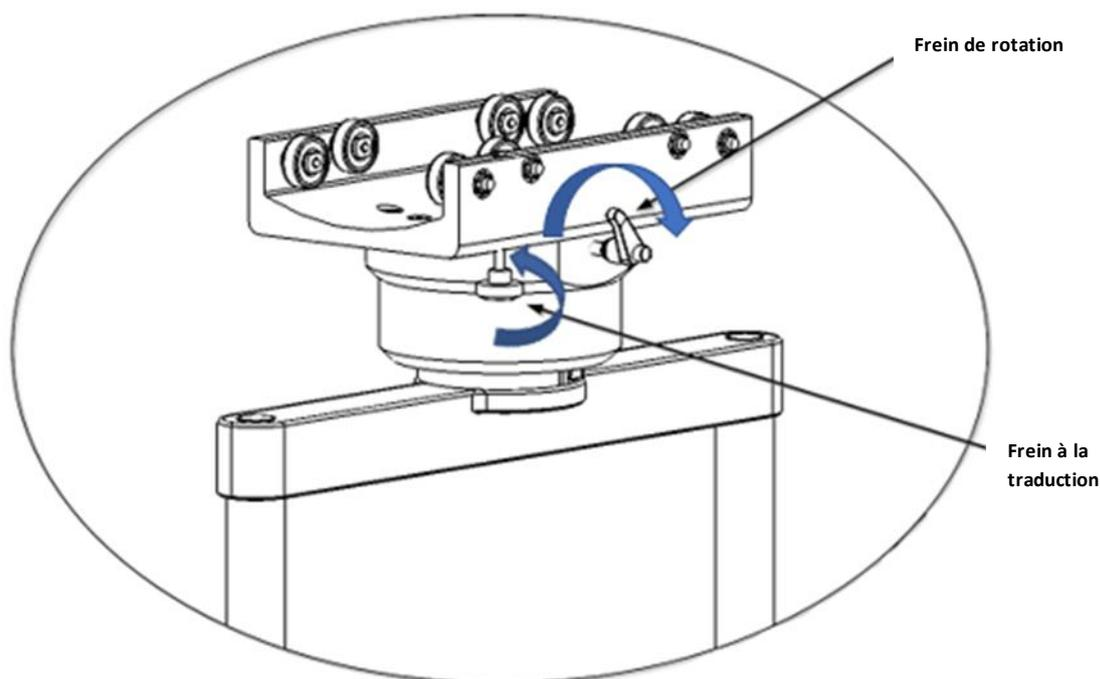

Fig.45 Réglage des freins à friction sur les chariots porte-éléments
- Pour augmenter la force de freinage sur l'axe de rotation, tournez le levier du frein de rotation dans le sens des aiguilles d'une montre, comme indiqué dans la figure 45.
- Pour réduire la force de freinage sur l'arbre rotatif, tournez le levier du frein de rotation dans le sens inverse des aiguilles d'une montre, comme indiqué à la figure 45.
- Pour augmenter la force de freinage sur l'arbre d'entraînement, tournez le levier du frein de rotation dans le sens des aiguilles d'une montre, comme indiqué dans la figure 45.
- Pour réduire la force de freinage sur l'arbre d'entraînement, tournez le levier du frein de rotation dans le sens inverse des aiguilles d'une montre, dans la direction opposée à celle indiquée dans la figure 45.